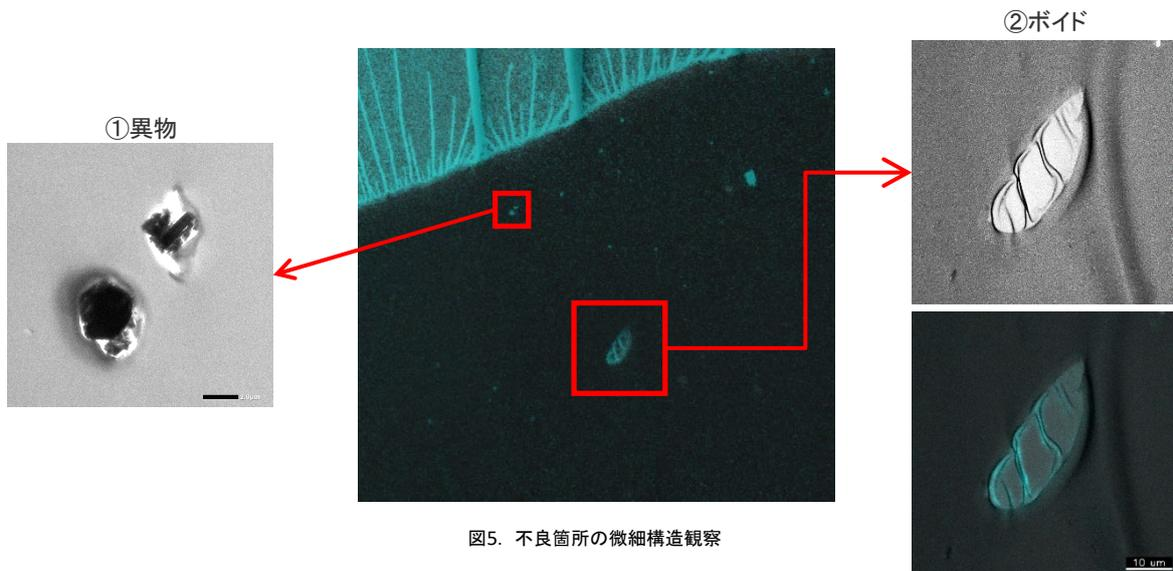

図5. 不良箇所の微細構造観察
TEM観察の結果を図5に示す。CLEM観察の結果、より強い自家蛍光を持つ箇所には①異物の混入、②ポイドの形成が見られた。このようにCLEM観察を行うことで、LM観察だけでは分からない材料の品質評価を行うことができる。